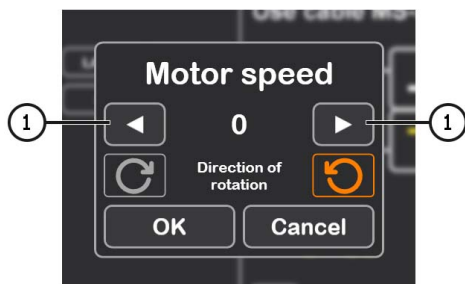

Рисунок 26
4.1. Після активації режиму діагностики відкриється вікно попередньої перевірки генератора див. рис. 26.
4.2. Кнопками керування приводом генератора (див. поз. 1 рис. 26) встановіть швидкість обертання шківів генератора в межах від 100 до 150 об/хв.
4. Перед активацією режиму діагностики з'явиться вікно попередньої перевірки генератора, див. рис. 26.
4.1. Кнопками керування приводом генератора (див. поз. 1 рис. 26) встановіть швидкість обертання шківів генератора в межах від 100 до 150 об/хв.
5. Після натискання на кнопку **"Automatic test"** з'явиться вікно попередньої перевірки генератора, див. рис. 26.
5.1. Кнопками керування приводом генератора (див. поз. 1 рис. 26) встановіть швидкість обертання шківів генератора в межах від 100 до 150 об/хв.
5. Натисніть кнопку **«Manual test»**, після чого відкриється вікно попередньої перевірки генератора (див. рис. 26).
6.1. Кнопками керування приводом генератора (див. поз. 1, рис. 26) установіть частоту обертання шків генератора в межах від 100 до 150 об/хв.